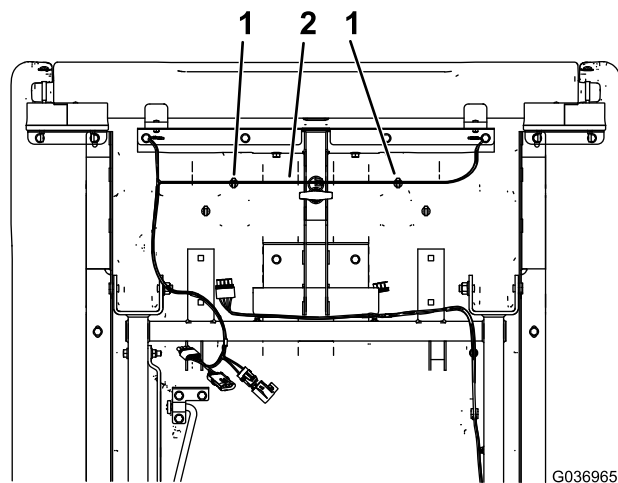

Bild 6
- Befestigen Sie den Kabelbaum an den Druckbefestigungen unter der Ladefläche mit Kabelbindern an den Befestigungselementen (Bild 6).